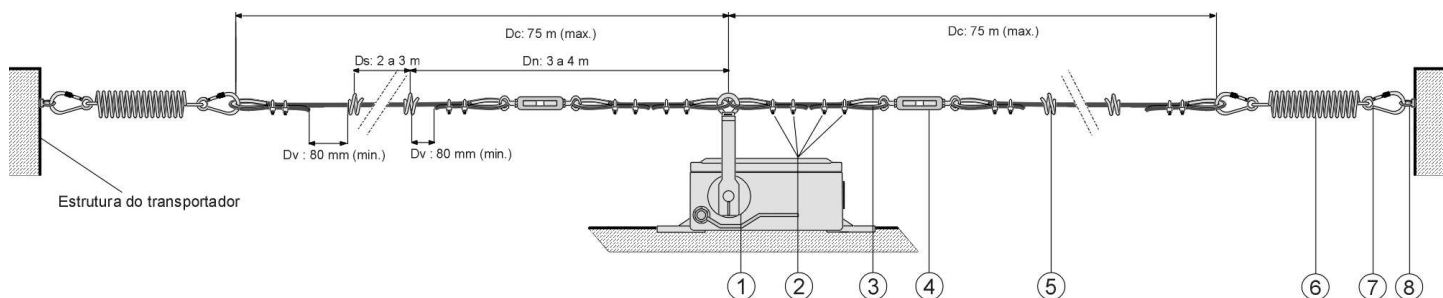

Fig. 1 – diagrama de montagem da chave com os acessórios
- Fixar os parafusos olhais, suportes de cabos e a chave de emergência na estrutura do transportador conforme fig. 1.
- Destravar a chave. Neste momento, a alavanca deve ficar aproximadamente na posição vertical (como no diagrama da fig. 1). Para fazer o ajuste fino de posição da alavanca, feche um dos esticadores, girando o seu corpo até que a alavanca da chave fique na posição vertical. Se necessário, ajuste o outro esticador.